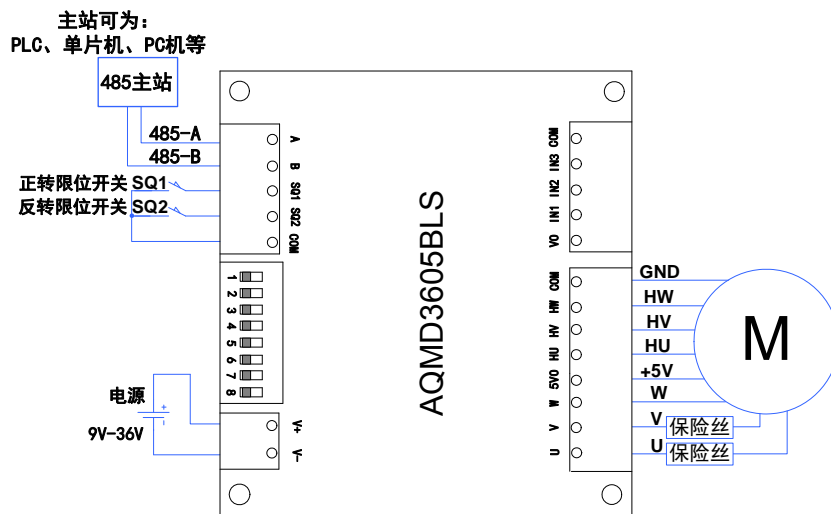

图 3.6 485 通讯电源及电机接线图
- 3) 将电源的正负极分别接到驱动器电源接口的V+和V-，485 主站与驱动器的 485 接口按照A-A、B-B的方式连接(为了信号更稳定，可将驱动器的COM与主站的信号地相连)，如图 3.6 所示，接通电源(注意：电源的电压应与电机的额定电压一致，且能